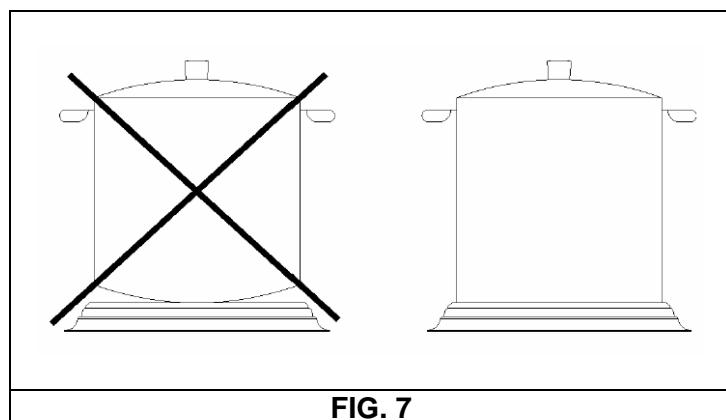
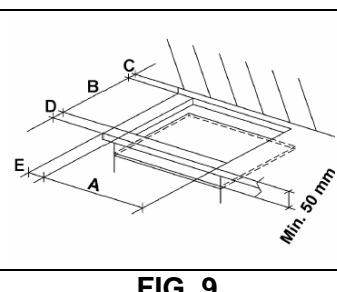

FIG. 7
FIG. 9
- Ne pas utiliser des récipients dont le diamètre soit plus petit que le disque. (voir fig. 7).
On doit pratiquer, sur le plan du meuble à éléments, une ouverture pour l'encastrement ayant les dimensions exprimées en millimètres indiquées dans le fig. 9, en veillant à respecter les distances critiques entre la table, les parois latérales, postérieure et supérieure (voir fig. 7 et 8).
- Renverser la table de cuisson et positionner correctement la garniture "E" (fig. 9) sous le bord de la table, de manière à ce que le côté externe de garniture coïncide parfaitement avec le bord périmétral externe de la table. Les extrémités des bandes doivent coïncider sans se chevaucher.